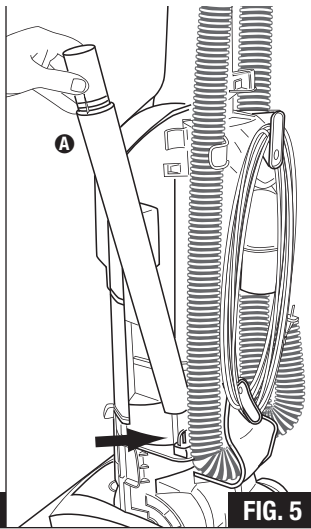

FIG. 5
- Step 8:** Store the wands **A** on the side of the vacuum in front of the hose (FIG. 5).
- Paso 8:** Guarde los tubos **A** en el costado de la aspiradora en frente de la manguera (FIG. 5).